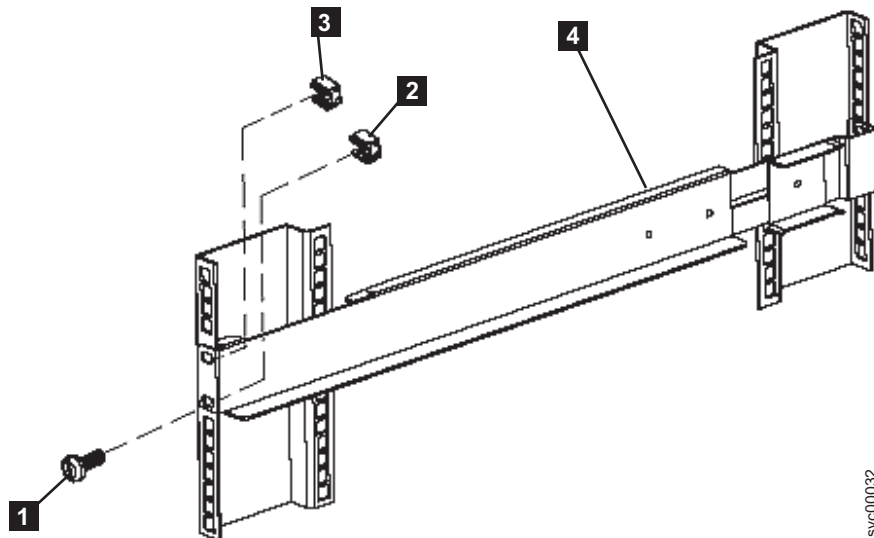

図 18. 2145 UPS-1U への前面レールの固定
8. 1つの M6 × 10 ねじと 1つのクリップ・ナットを使用して、レールの下部の穴のみをラックの前面に取り付けます (図 18 の **1**)。